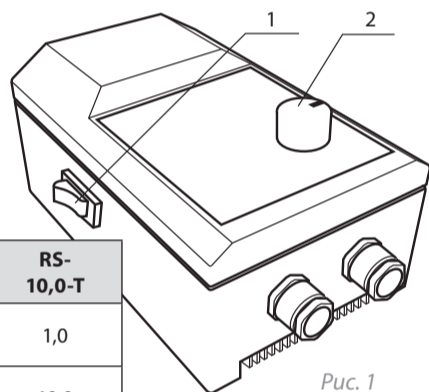

Рис. 1
Регуляторы серии RS-...-T, в дальнейшем именуемые — «изделие», применяются в системах вентиляции и кондиционирования для управления производительностью однофазных вентиляторов, путем плавного изменения подаваемого на двигатель напряжения. Управление осуществляется при помощи ручки потенциометра — 2 (см.рис.1), вынесенной на переднюю панель прибора. **Регулятор оборудован кнопкой включения/выключения — 1 (см.рис.1).**
ления 2 (см. рис. 1), в выбранном диапазоне при настройке регулятора. Минимальная выходная мощность от 25 до 100% задается подстроечным резистором — 9 (см. рис. 3), который находится **внутри** регулятора. Прибор оборудован плавким предохранителем — 7 (см.рис.3), защищающим прибор и подключенный к нему вентилятор, от повышенного токопотребления.
- Подключить разъем — 8, установить ручку выбора скорости — 2 (см.рис.1) в минимум (против часовой стрелки). Далее, при помощи потенциометра — 9 (см.рис.3) установить желаемую минимальную скорость вентилятора.